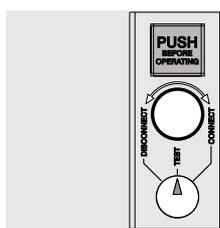

Figura 65
- interruttore in posizione di test (vedi Figura 65).